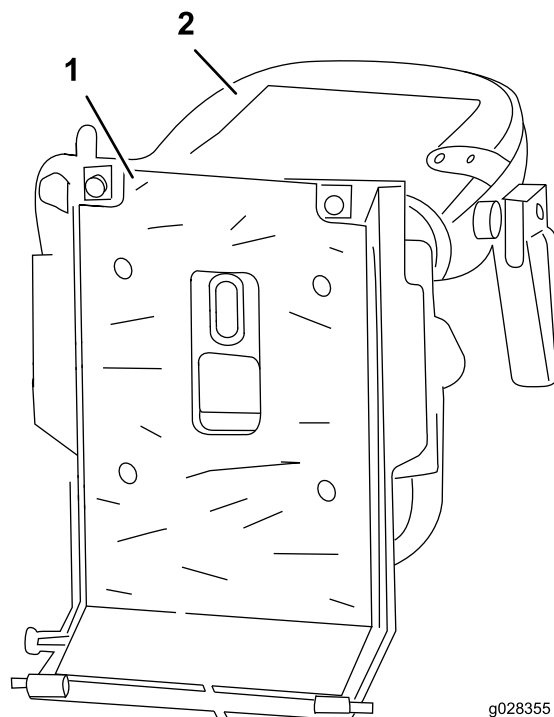

Рисунок 6
9. Удалите подложку и приложите самоклеящийся теплоизолирующий материал к нижней части монтажной плиты сиденья (Рисунок 6).